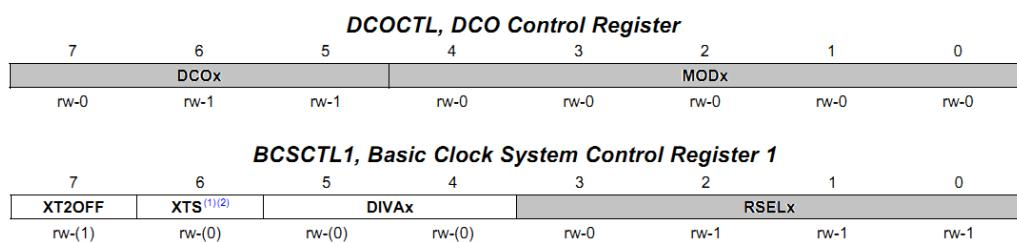

图 22.3 DCO 频率设定寄存器
我们来复习一下 DCO 的设置方法，决定 DCO 的寄存器如图 22.3 灰色部分所示。
- 7) 如图 22.6 所示的出厂校验参数的格式，InfoFlash_Data[] 是将已确定的 RSELx、DCOx、MODx 拼接为与出厂校验参数兼容的 16 位数据。拼接方法为 RSELx 左移 8 位，DCOx 左移 5 位，MODx 为最低位，头 4 位默认为 1000。（想不明白的话，可参考图 22.3 DCO 频率设定寄存器）